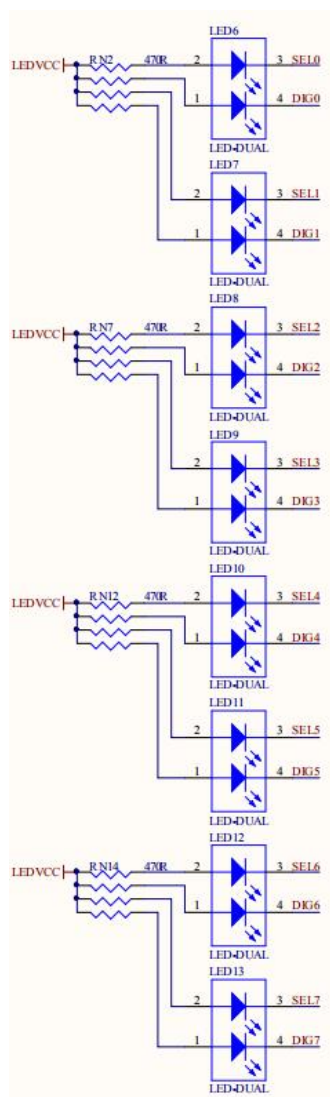

图 3-16 双色LED发光管
⑫、8组双色LED发光管
开发板提供了8个双色LED发光二极管。每个发光管是双色，分别是红色和绿色，也就是8组相当于16个LED,要锁定16个IO脚，8组LED发光管原理图如图 3-16，当FPGA的引脚输出逻辑为“0”时，LED熄灭。输出逻辑为“1”时，LED被点亮。16个引脚和数码管复用（请看⑪）。